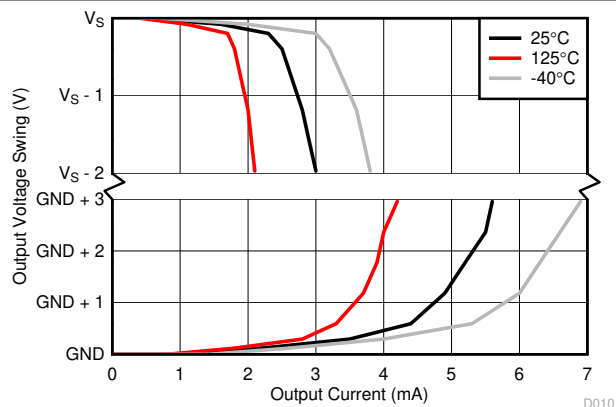

图 7-13. 输出电压摆幅与输出电流间的关系
(1) 更多详细信息, 请参阅 输入信号带宽 部分。
(2) 具体请参阅 图 7-13。